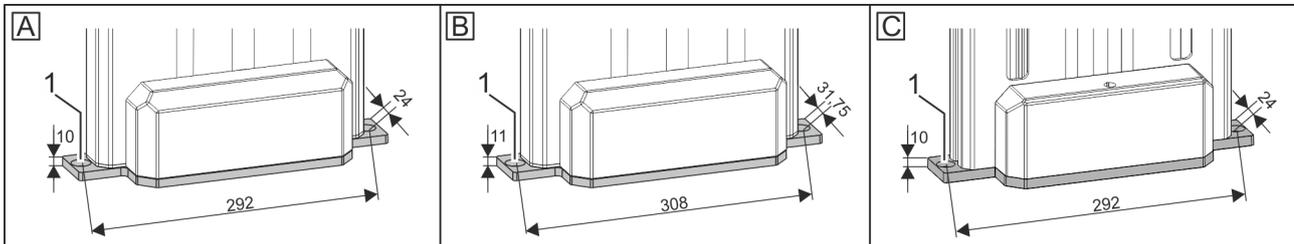

Abb. 32: Anbindungspunkte
2. ➔ 2 Schrauben in die Bohrlöcher (Abb. 32/1) von Grundplatte der Hubsäule und Untergrund einsetzen.